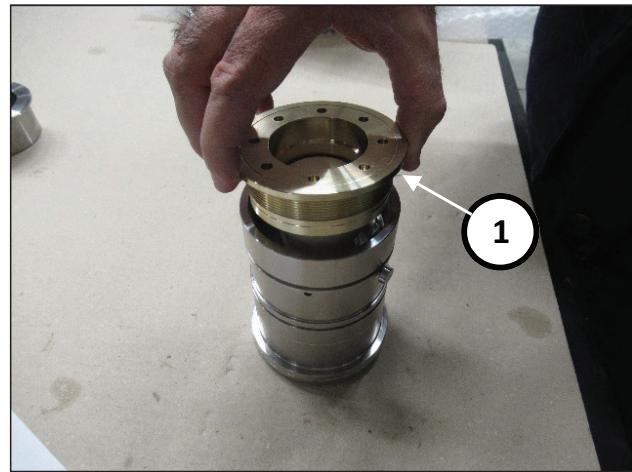
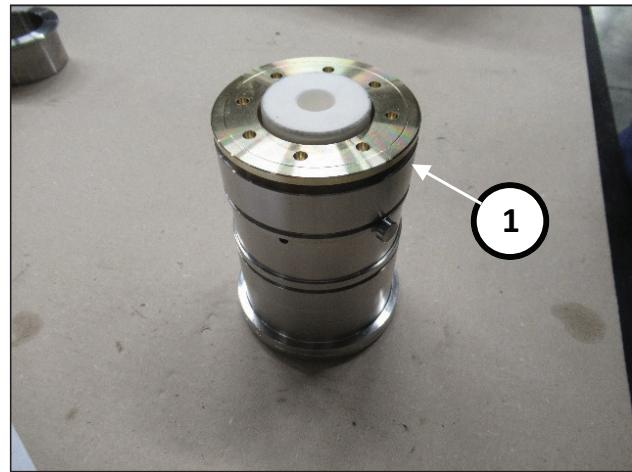

图 186
图 187
从代码为27945400的工具中拆下内塞和外环，然后将密封圈底座与低压密封圈和 O 形圈（位置，①，图 186）一起拧紧（位置，①，图 187）